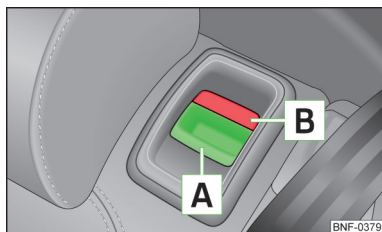

Fig. 39
- Tryk på udløsergrebet **A** » Fig. 39, for derved at frigøre ryglænet og klappe det fremad.
- Kontroller, at den røde markering **B** » Fig. 39 ikke længere er synlig.